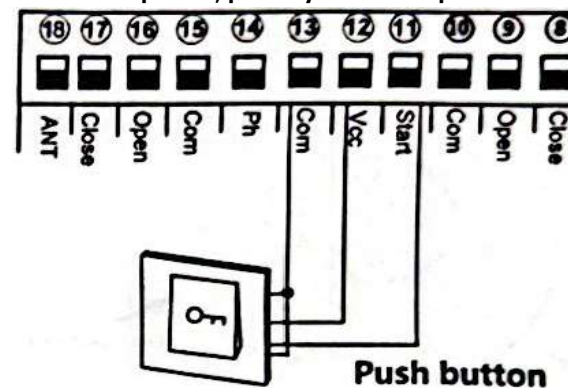

Fig. 11
6.6 Conexión al terminal de inicio. (Ver Fig. 11)